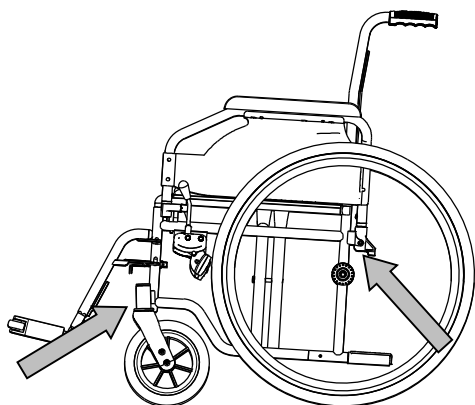

Figura 1
9. Montare le cinture di sicurezza posteriori seguendo le istruzioni del costruttore del sistema di passanti, fino al punto indicato (figura 1).